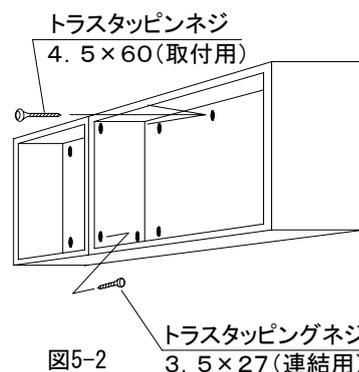

図5-2
## (4)キャビネットの設置 (図5-2)
- ①キャビネットの設置位置を壁面に罫書いてください。
- ②設置位置の罫書き線にキャビネットをあてがい所定のネジで取付けてください。